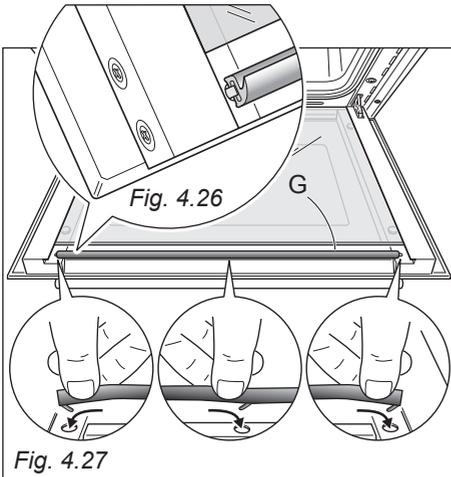

Fig. 4.27
- Montare la guarnizione "G" nel giusto verso (fig. 4.26) agganciando i 3 uncini negli appositi fori (fig. 4.27).